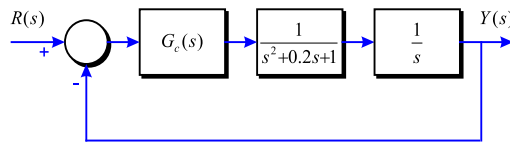

Figura 4-1
**Problema 110** Un sistema té una estructura com la donada a la Figura 4-1.